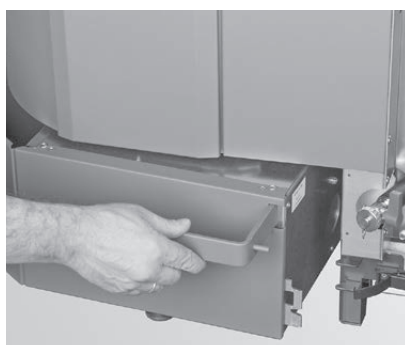

Fig. 63 Appuyer le bac à cendres légèrement vers la gauche
- ▶ Pousser le bac à cendres légèrement vers la gauche et le retirer – Fig. 63, Fig. 64.